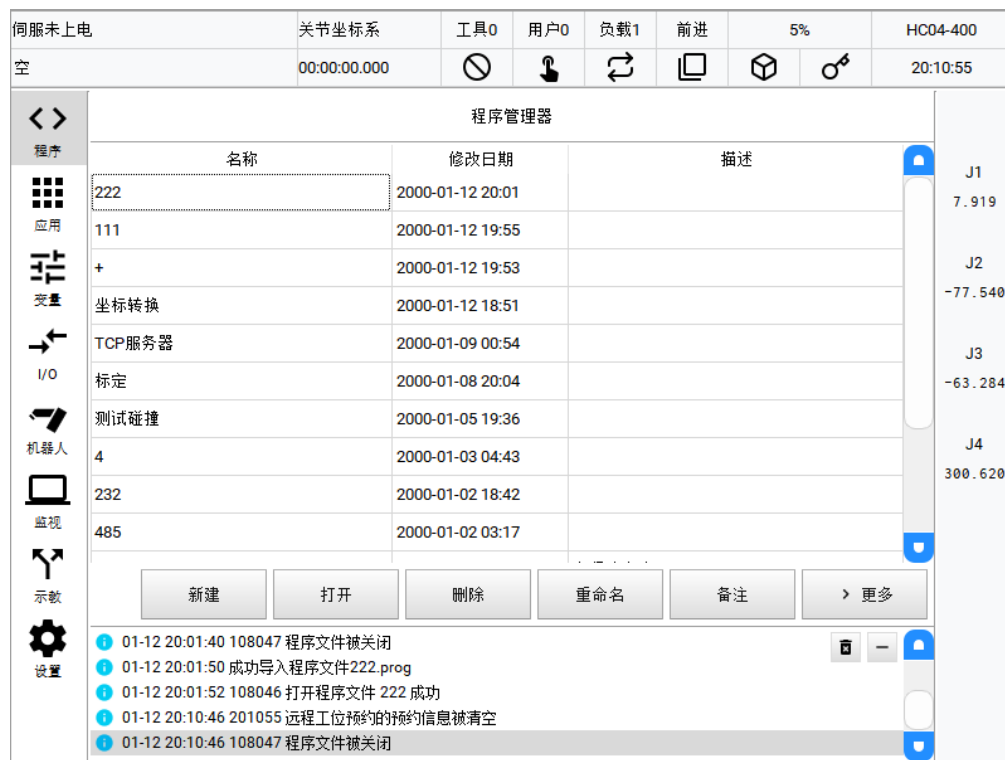

图6-1 单轴运动界面图
1. 等待系统上电完成，如有报警，请点击清除键，复位报警。如果报警不能复位，请按照信息提示检查对应线路或其他设置。（如图6-1所示显示无报警状态）。
4. 上述操作完成后，按下示教器安全开关并保持第二档闭合状态，示教器将显示如图6-1所示（伺服已上电为绿色）